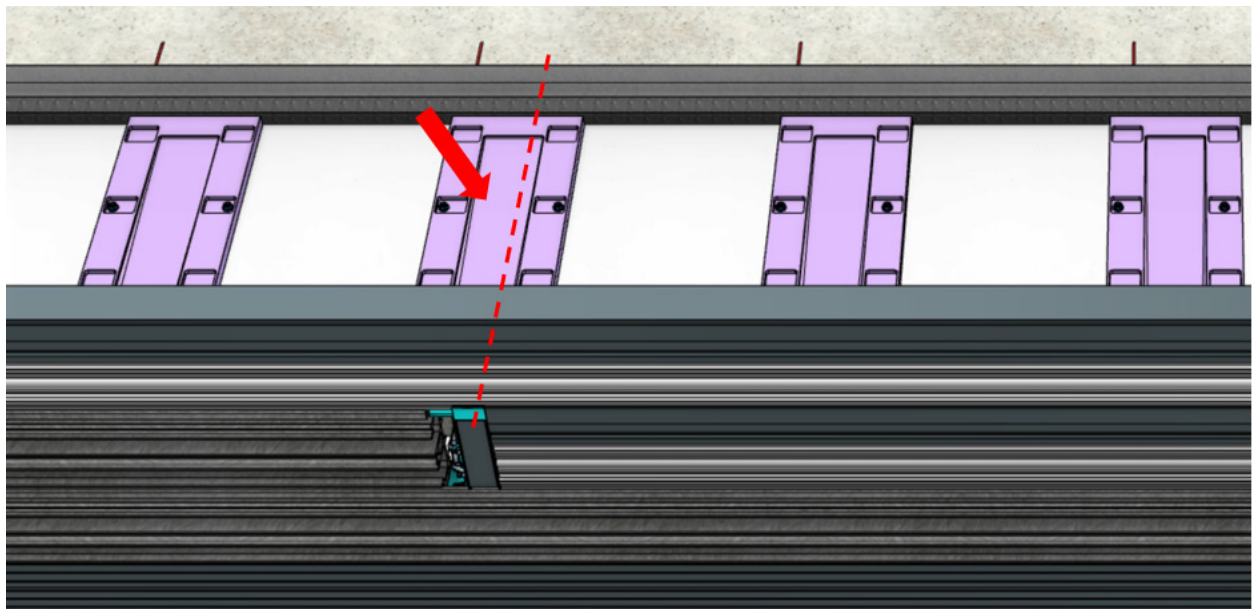

Fig 19
- Con el marco colocado junto a la abertura en bruto, identifique las cuñas de drenaje sobre las que se apoyarán directamente los drenajes transversales (Fig. 19).